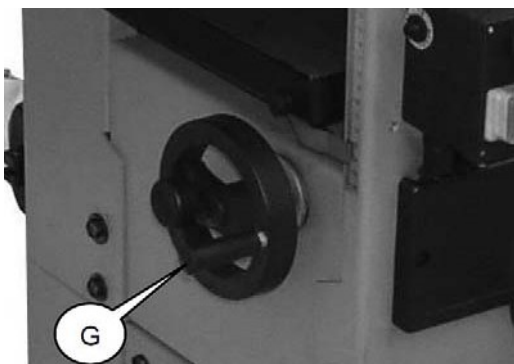

Fig. 27 : Table d'épaissement à volant
Étape 8 : Utilisez le volant (G, Fig.27) pour régler la table d'épaissement à la hauteur souhaitée.